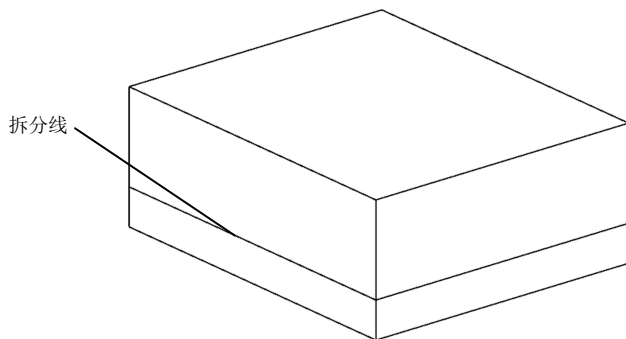

图 9-12 拆分工件
(21) 选取“菜单 | 插入 | 组合 | 缝合”命令，组合所有曲面。
(22) 选取“菜单 | 格式 | 图层设置”命令，在【图层设置】对话框中勾选“☒1”复选框，显示工件。
(23) 选取“菜单 | 插入 | 组合 | 减去”命令 ，选取工件为目标体，选取 2 个产品零件为刀具体，在【求差】对话框中勾选“☒保存工具”复选框。
(24) 单击“确定”按钮，创建减去特征。
(25) 选取“菜单 | 插入 | 修剪 | 拆分体”，以工件为目标体，以组合曲面为工具体。
(26) 单击“确定”按钮，将工件分成上、下两部分，工件上有一条拆分线，如图 9-12 所示。